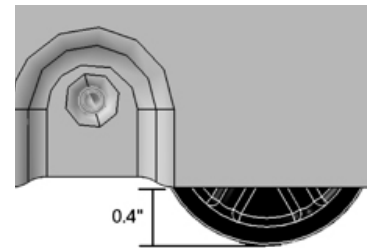

Fig. 7
- d. Fixez le reste de l'ensemble du niveleur comme décrit dans les 3 étapes précédentes. Avec la ou les unités toujours sur le dos, ajuster toutes les roulettes de mise à niveau à l'orientation approximative de la Fig. 7.